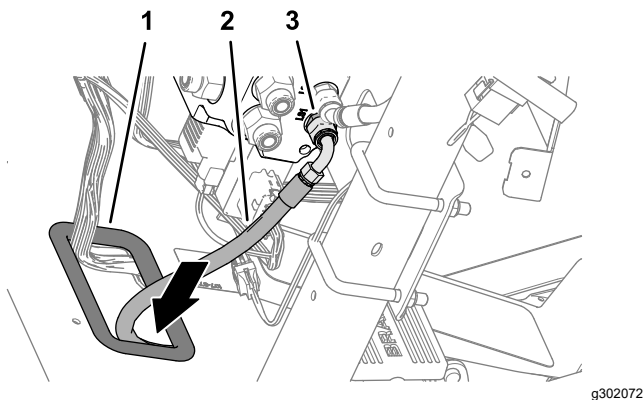

Figura 116
- Enrute el extremo de la manguera de la bomba hidráulica de 6 mm x 2819 mm (1/4" x 111") con el acoplamiento -4, 90° a través del anillo de goma de la chapa de suelo (Figura 116).
4. Monte el acoplamiento -6, 90° de la manguera de 6 mm x 2819 mm (1/4" x 111") en el acoplamiento del orificio LS1 de la válvula de dirección EHI, y apriete el acoplamiento (Figura 116).